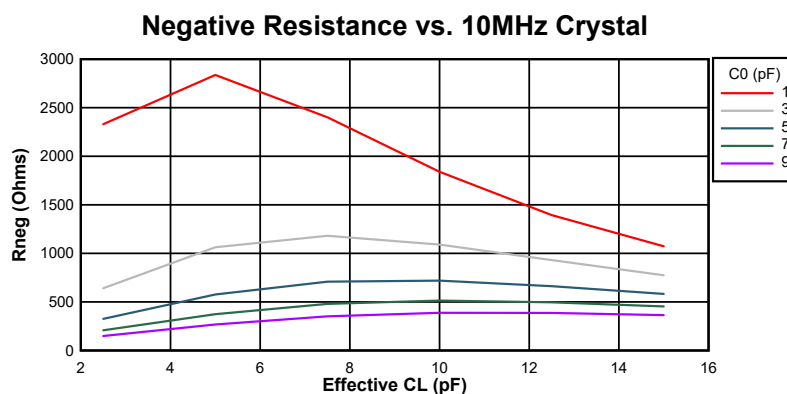
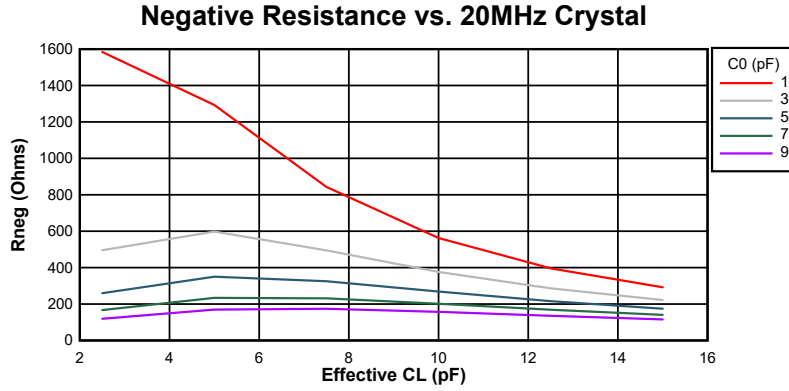

図 6-19. 10MHz 時の負性抵抗変動
図 6-20. 20MHz 時の負性抵抗変動
図 6-19 および 図 6-20 に、このデバイスの負性抵抗と水晶振動子との関係の変動を示します。グラフからわかるように、水晶振動子の並列容量 (C0) と実効負荷容量 (CL) は電気発振回路の負性抵抗に大きな影響を及ぼします。これらは代表的なグラフであるため、設計上考慮すべき最小値および最大値については、表 6-6 を参照してください。